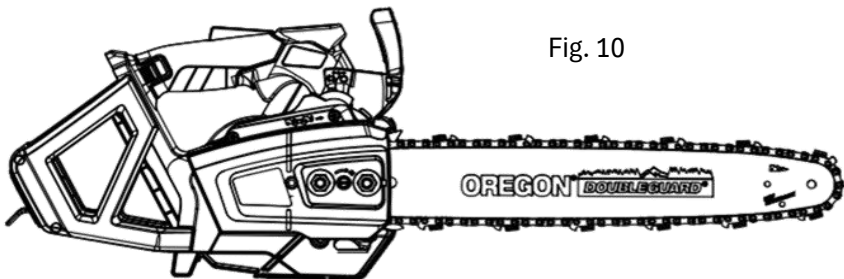

Fig. 10
7. Tirez manuellement la chaîne autour du guide-chaîne. Réajustez le réglage si vous sentez que la chaîne est trop tendue. Lorsque le réglage est correct, serrez complètement les écrous (Fig. 10).